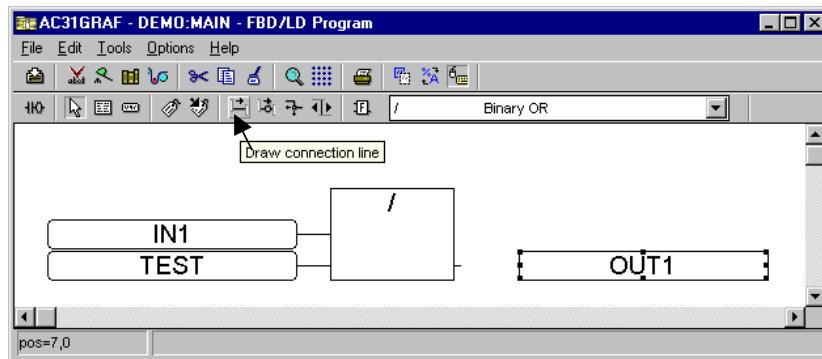

Figura 2-11: Vincular las variables y el bloque funcional
- ⇒ Seleccione el ícono  "Draw connection line" en la ventana de edición del programa (Figura 2-11) y trace una línea, sin soltar el botón del ratón, entre la variable "IN1" y el bloque.